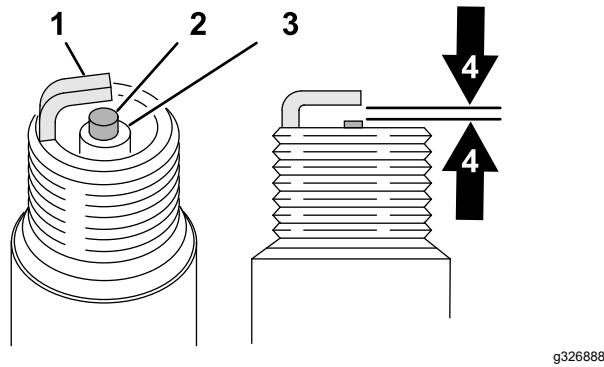

Figura 36
5. Veja a parte central das velas de ignição (Figura 36). Se verificar uma cobertura castanha ou cinzenta no isolante, o motor está a funcionar corretamente. Uma cobertura preta no isolante indica que o filtro de ar está sujo.
6. Verifique a folga entre os eléctrodos central e lateral (Figura 36). A folga deve ter 0,76 mm.